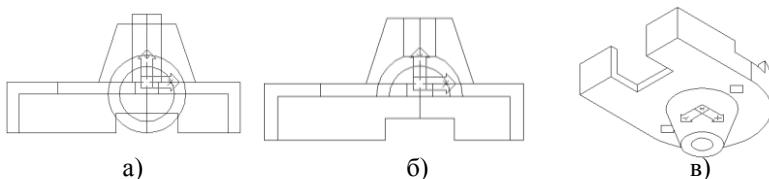

Рис.7.8. Построение цилиндра и сферы
- цилиндр построим аналогично конусу вращением. Строим прямоугольник из точки начала координат со стороны основания равной радиусу цилиндра 7,5 мм (по оси X) и высотой (по оси Y) равной высоте конуса или чуть больше (рис.7.8а). Это не имеет значения, т.к. в дальнейшем это тело будет вычтено из основного. Вращением вокруг оси Y повернем прямоугольник на 360^0 . Теперь вычтем сферу и цилиндр из тела детали (рис.7.8б).
- вернемся к предпоследней ПСК используя кнопку ПСК *Предыдущий* (рис.7.8в);